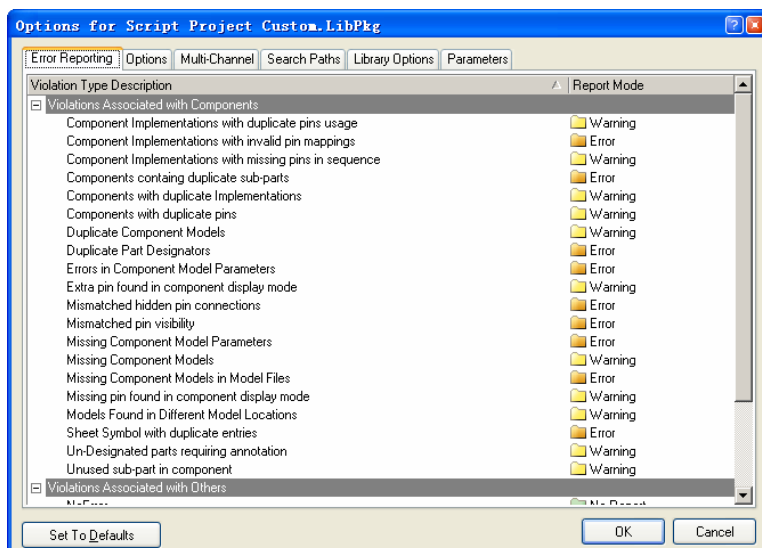

图 5.28 “Options for Script Project Custom.SchLib”对话框
(1) 启动 Altium Designer，在主菜单选择“File”->“New”->“Integrated Library”命令，新建一个默认名为“Integrated_Library1.LibPkg”的复合元件库项目。
(2) 在主菜单选择“File”->“Save As”命令，打开“Save [Integrated_Library1.LibPkg]As”对话框。
(3) 在“Save [Integrated_Library1.LibPkg]As”对话框的“文件名”编辑框中输入“Custom”，单击“保存”按钮，将新建的集成元件库项目文件更名为“Custom.LibPkg”。
(4) 在“Projects”工作面板中单击“Projects”按钮，在弹出的菜单中选择“Add Existing to Project”命令，打开“打开”对话框。
(5) 在“打开”对话框中选择 5.1.1 节中新建的原理图元件库文件“Custom.SchLib”，单击“打开”按钮，将该文件添加到集成元件库项目中。
(6) 在主菜单中选择“Project”->“Project Options”命令，打开如图 5.28 所示的“Options for Script Project Custom.SchLib”对话框。